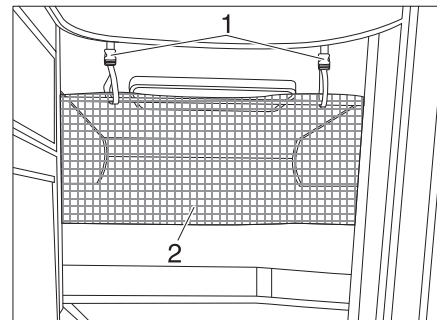

Fig. 171 Red de seguridad
La red de seguridad (Fig. 171, 2) viene de serie entre el colchón y el somier. Tender la red de seguridad cuando la persona ya se encuentre en la cama.
- Engatillar las cintas de sujeción (Fig. 171, 1) en los soportes en el techo.
La red de seguridad (Fig. 171,2) está almacenada de serie entre el colchón y el somier. Tender la red de seguridad cuando la persona ya se encuentre en la cama.
- Encastrar las cintas de sujeción (Fig. 171,1) en los soportes en el techo.